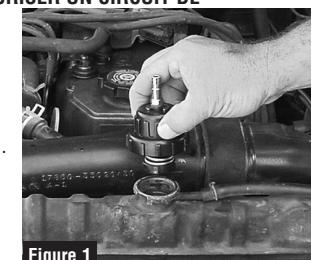

Figure 1
1. Après avoir effectué une inspection visuelle du radiateur et du circuit de refroidissement, retirer le bouchon du radiateur avec précaution. Sélectionner un adaptateur approprié et adapté au goulot de remplissage du radiateur. Voir Figure 1. Humidifier le joint en caoutchouc à l'intérieur de l'adaptateur.